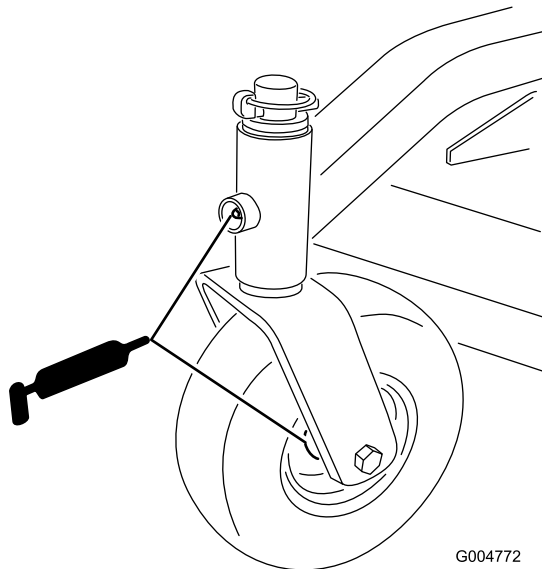

Figura 26
1. Lubrique los cojinetes de las ruedas giratorias delanteras y los pivotes delanteros (Figura 26).
4. Retire el retén de las ruedas traseras. Lubrique el cojinete de las ruedas (Figura 26).